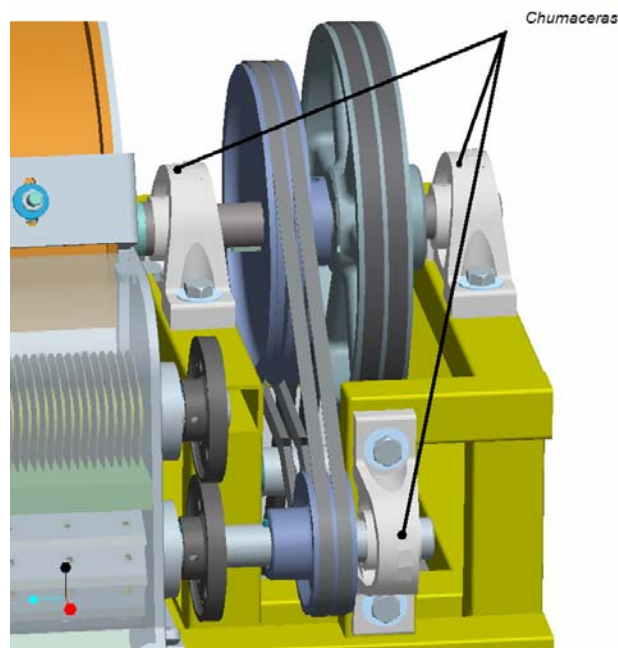

Figura B.5 Disposición de las chumaceras.
1.- Engrase las chumaceras manualmente con una pistola de inyección cada 40 hrs de servicio y revisar que los tornillos que las sujetan estén bien apretados (ver figura B.5), de lo contrario apretar. Al remplazar una chumacera se deberá comprar la tuerca de seguridad de los tornillos y nunca se deberá poner una tuerca de seguridad usada.